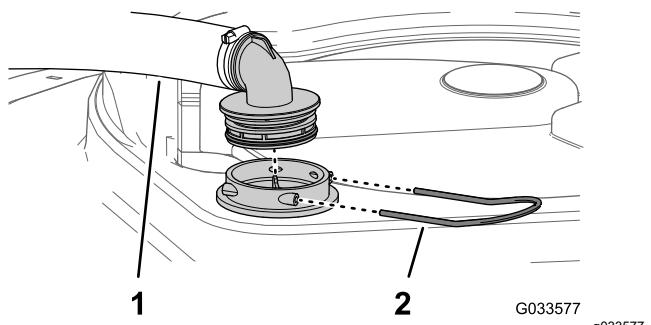

Bild 78
2. Nehmen Sie oben am Sprühbehälter den Halter ab, mit dem das Schlauchanschlussstück befestigt ist, das am dicken Schlauch und dem Filtergehäuse angeschlossen ist (**Bild 78**).
3. Nehmen Sie den Schlauch und das Schlauchanschlussstück vom Filtergehäuse ab (**Bild 78**).